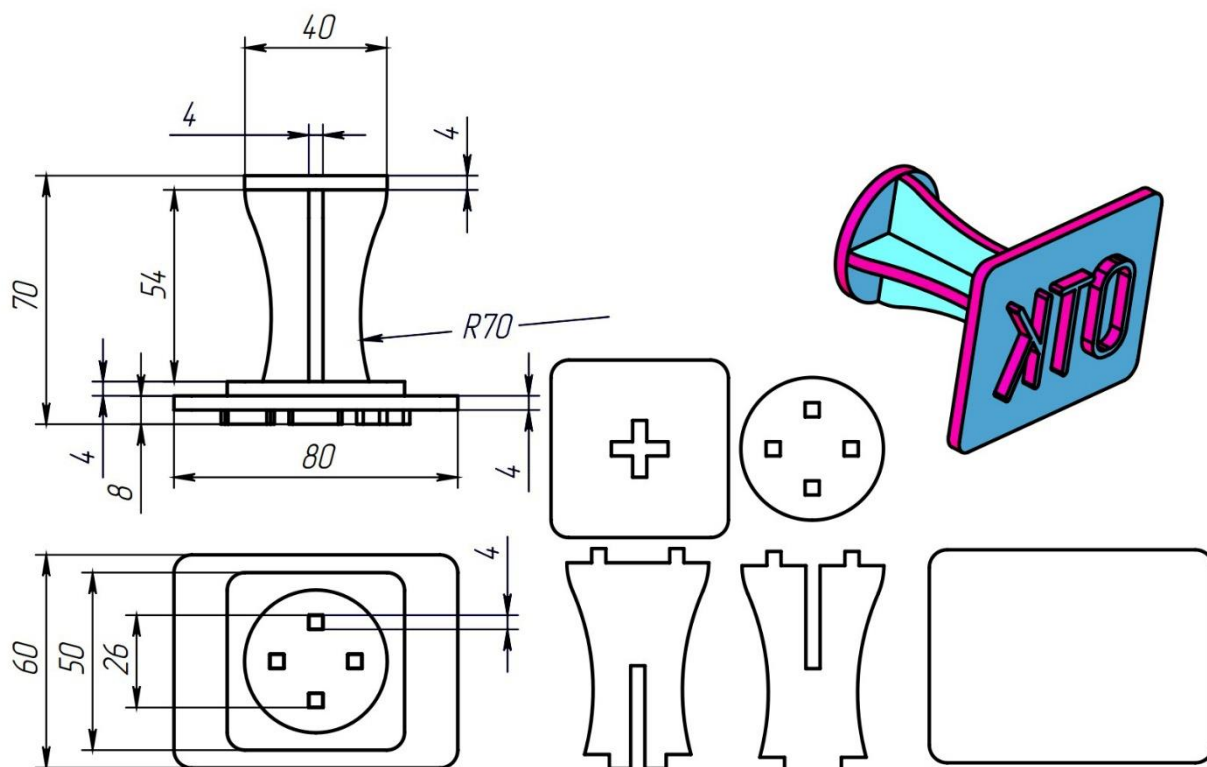

Рисунок 1 – Оригинальная модель изделия «Штамп»
- Необходимо использование метода соединения шип-паз для сопрягаемых деталей: два вертикальных ребра, квадратное основание, круглое навершие (см. Рисунок 1).